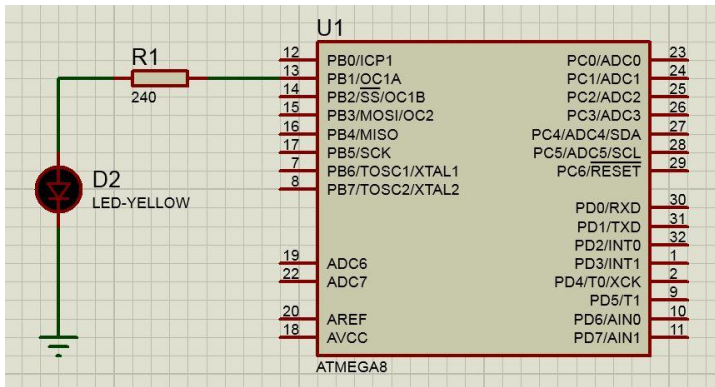

Рисунок 2.20. – Схема складання для виконання лабораторної роботи
5. Перекомпілювати код, замінивши рядок в коді **#define No_Delay 0** на рядок **#define No_Delay 1**. Перевірити роботу коду в середовищі Proteus. Для цього зібрати нижченаведену електричну принципову схему (див. рис. 2.20) та налаштувати модель (подвійним натисканням на елементі моделі Atmega 8 визвати панель edit component, обрати скомпільований hex-файл та встановити тактову частоту: в графі CKSEL fuses обрати Int. RC 8Mhz).